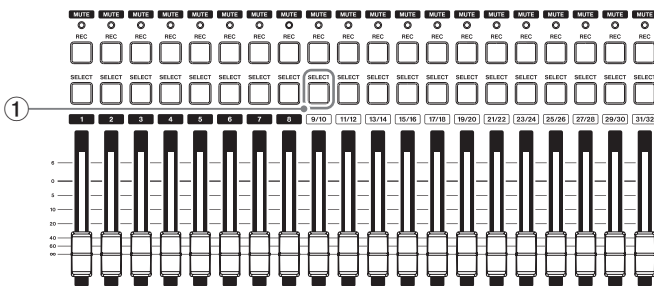

Fig 8
- Next, press the **TRACK 9/10-SELECT** button (Fig. 8-①) and set the input tracks (Fig. 8-②).
- 次に**[TRACK 9/10]-SELECT** ボタン (Fig8-①) を押し、入力トラック (Fig8-②) を設定する。